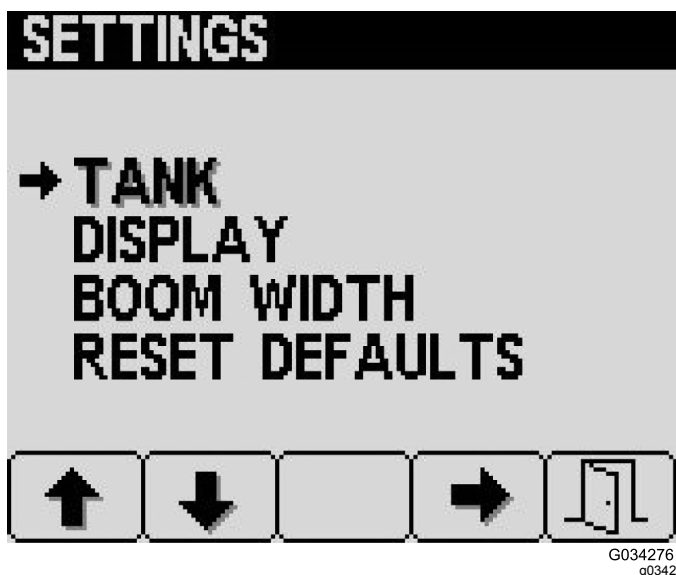

Рисунок 25
1. На экране Settings (Настройки) нажмите кнопку 2, чтобы перейти к пункту Tank (Бак), и нажмите кнопку выбора 4 (Рисунок 25).